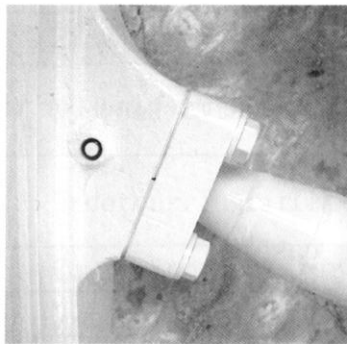

Рис. 4-2.
- 3) Опорный раскос (рис. 4-2)